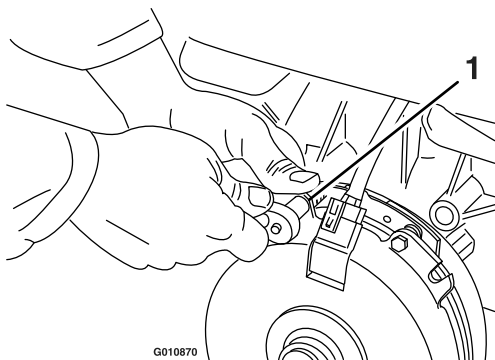

Figura 82
- A. Desaperte ambos os parafusos de montagem do travão meia a uma volta, como se mostra na Figura 82.